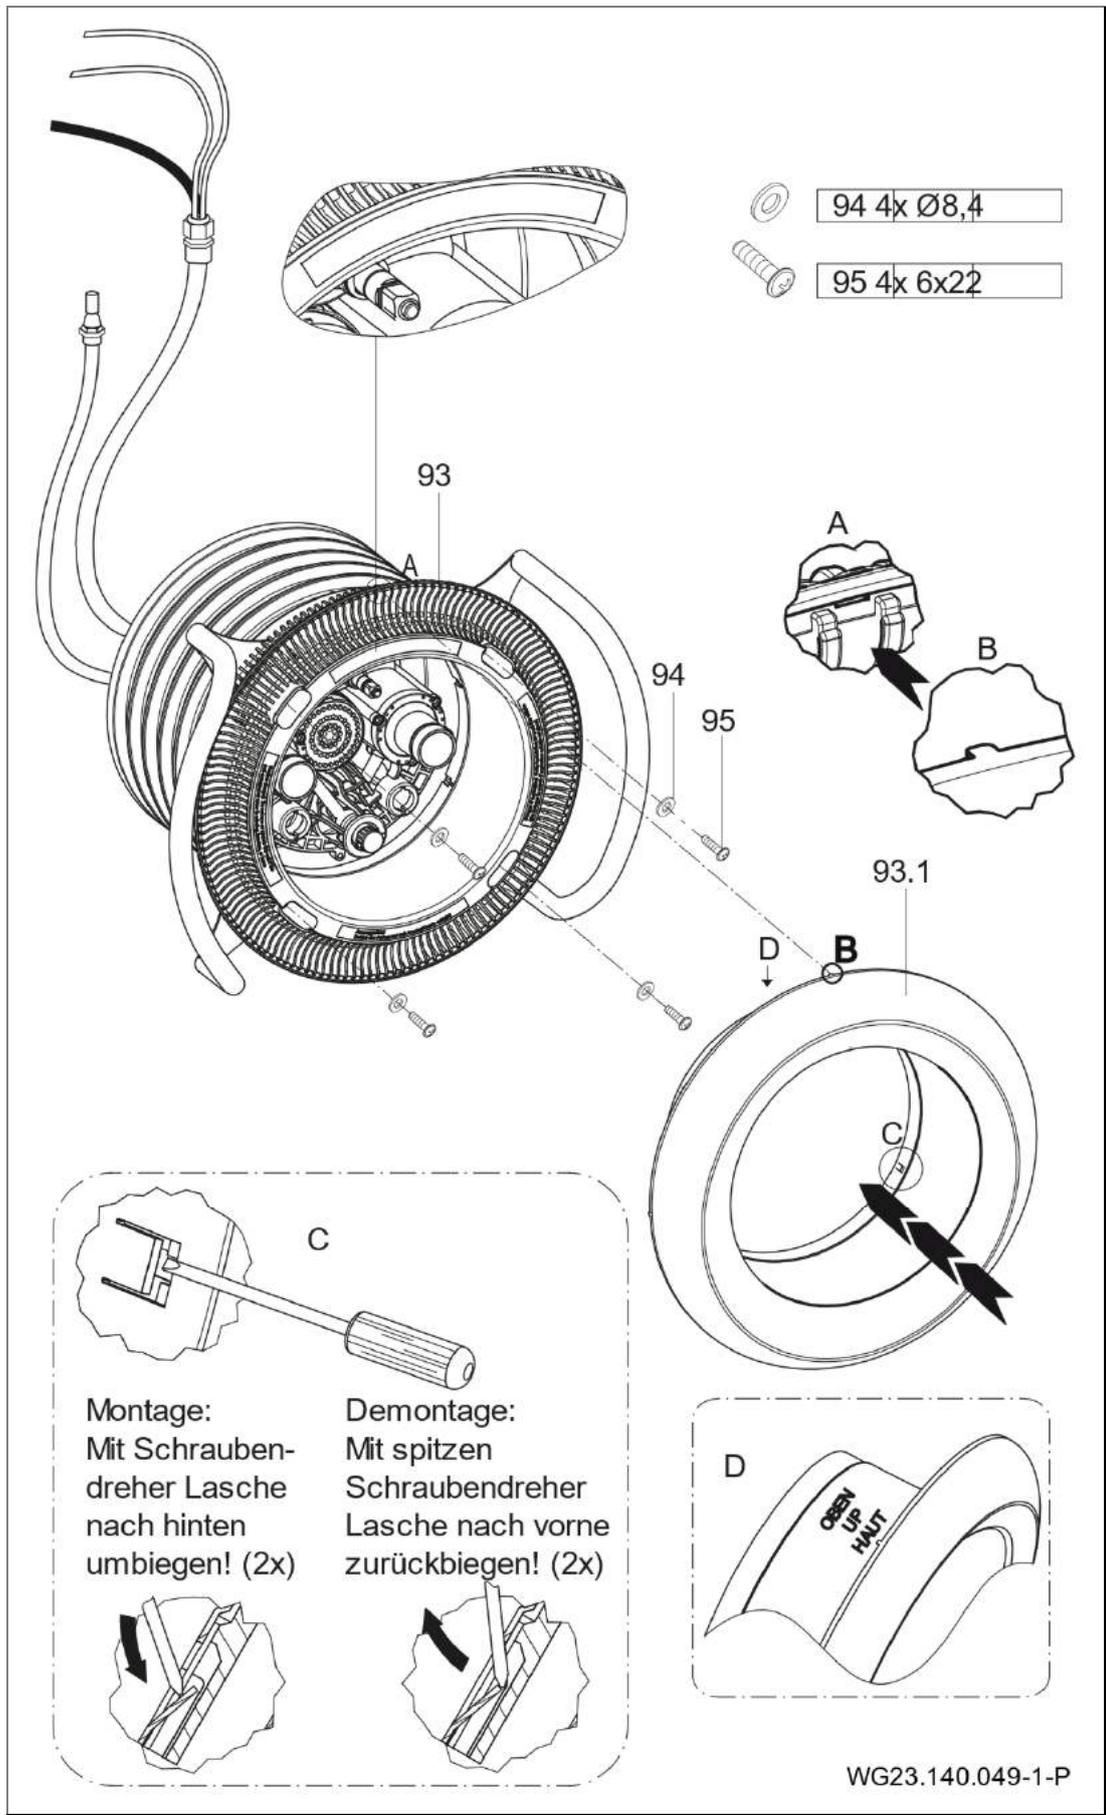
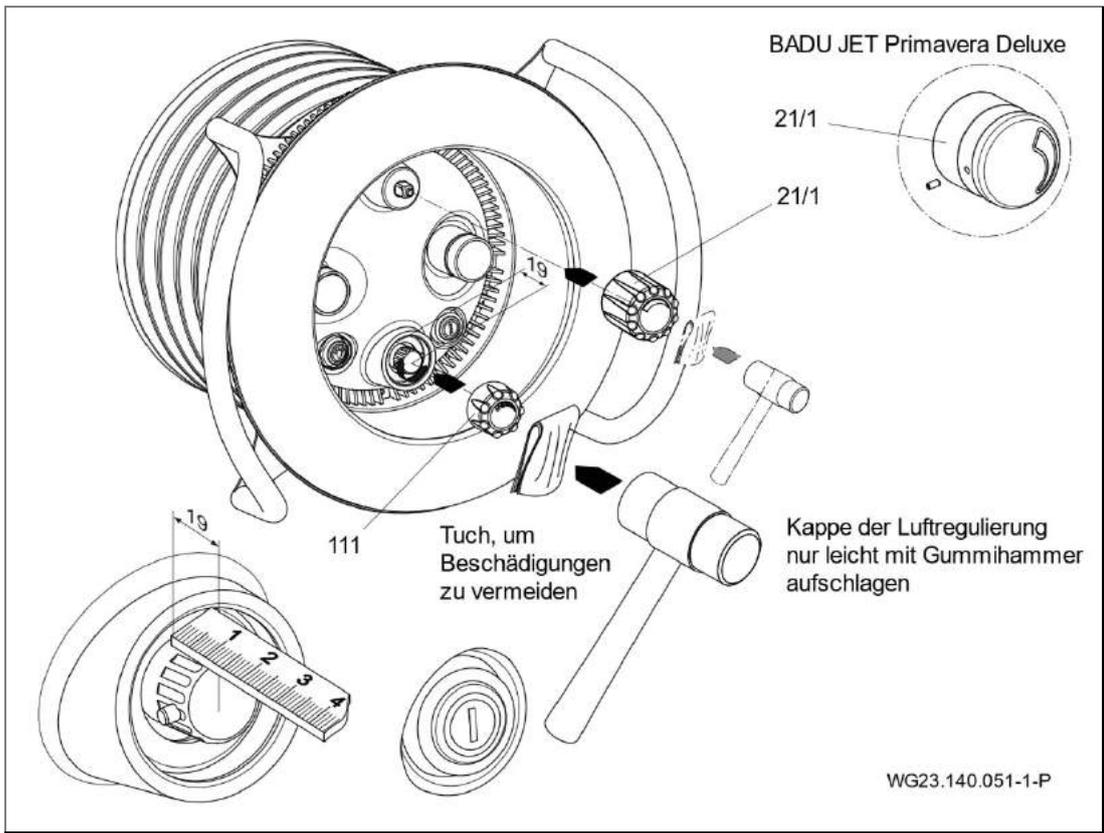

Abb. 18
Abb. 20
9. Ansaugblende (93) auf dem Spannring (28) ansetzen und mit vier Unterlegscheiben (94) und vier Schneidschrauben (95) befestigen. (Abb. 18)
10. Edelstahlblende (93.1) mit vorstehenden Zentriernoppen auf den vorhandenen Aussparungen der Ansaugblende (93) ausrichten und von Hand aneinanderpressen. Markierung "OBEN" auf der Edelstahlblende beachten. Zur Arretierung der Blende die zwei seitlichen Biegelaschen mit einem Schraubendreher nach hinten umbiegen. (Abb. 18)
12. Primavera: Kappe für Mengen- (21/1) und Luftregulierung (111) mit Hilfe eines Gummihammers und Schutzuches befestigen. (Abb. 20)
1. Kappe für Mengen- (21/1) und Luftregulierung (111) abziehen. Bei der BADU JET Primavera Deluxe muss vor dem Abziehen der Kappe die Madenschraube gelöst werden. Siehe "Abb. 20"
2. Schneidschrauben (112) lösen und Lichtabdeckung (110) abnehmen.
3. Die zwei seitlichen Biegelaschen der Edelstahlblende nach vorne zurückbiegen und Edelstahlblende abnehmen. Siehe "Abb. 18"
4. Schneidschrauben (95) lösen und Ansaugblende (93) und Haltegriff (70) abnehmen.
5. Bei Bedarf die Schneidschrauben (61) lösen. Düsengehäuse (102.1) abnehmen. Dabei auf die innere Luftleitung (4) achten, die am Einbaugeschäse (1) befestigt ist.
6. Schrauben (52) lösen. Haltegriff (70), Spannring (28) und Spannringdichtung (27) abnehmen.